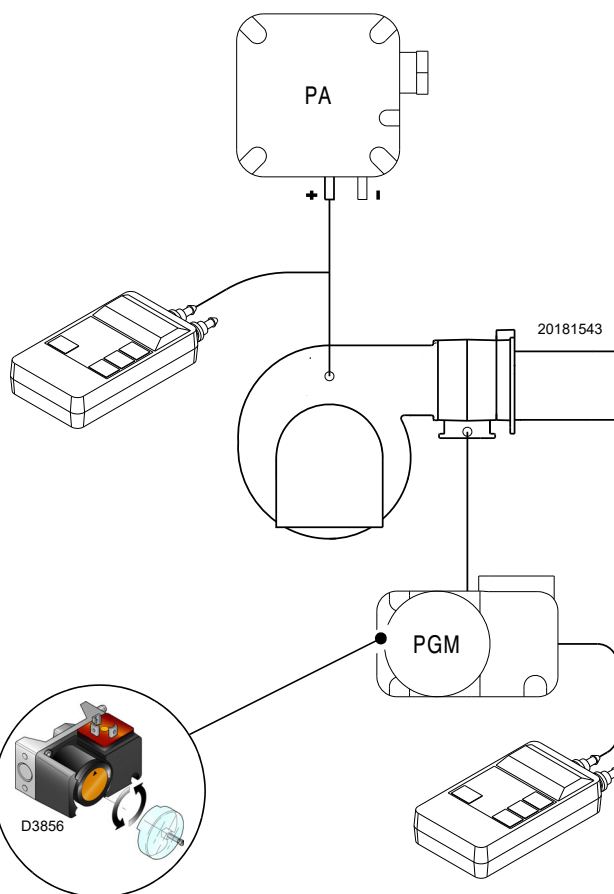

Fig. 29
- Régler le pressostat gaz seuil maximum (Fig. 29) en fin d'échelle.
Effectuer le réglage du pressostat gaz seuil maximum (Fig. 29) après avoir effectué tous les autres réglages du brûleur avec le pressostat gaz seuil maximum réglé en fin d'échelle.